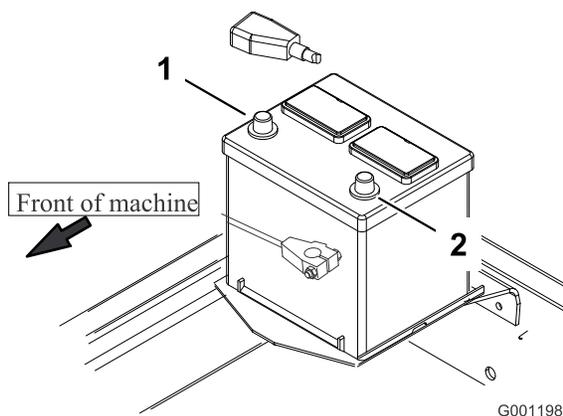

Figura 11
8. Collegate innanzitutto il cavo positivo (rosso) al terminale positivo (+), poi il cavo negativo (nero) al terminale negativo (-) della batteria (Figura 11). Fate scorrere la guaina di gomma sul morsetto positivo per evitare un cortocircuito.